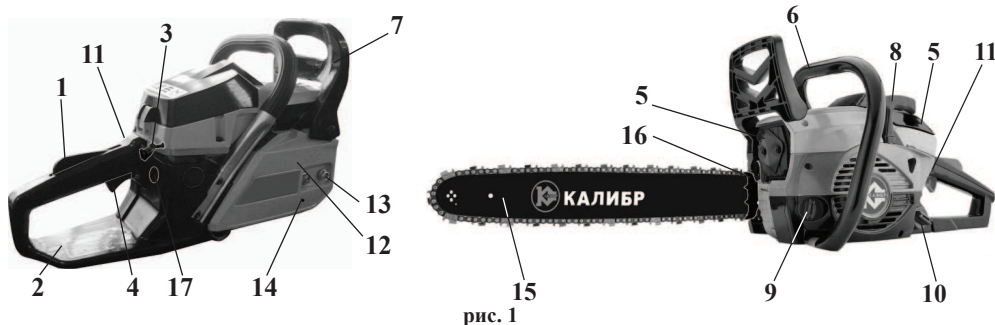

рис. 1
4.1 Общий вид* пилы представлен на рис. 1
а) Снимите крышку воздушного фильтра **5** (рис.1).